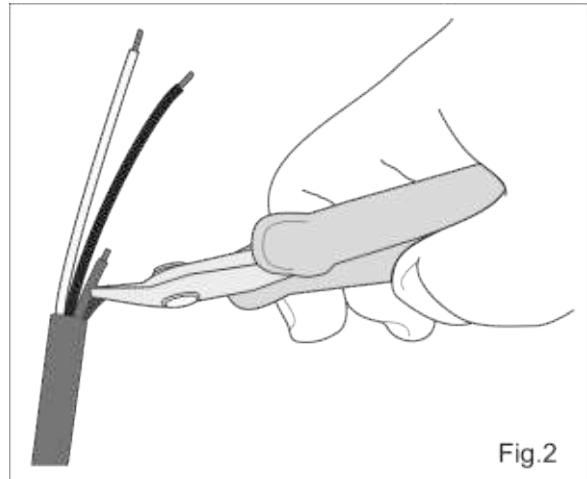

Fig.2
N.B. Si raccomanda di tagliare e isolare i terminali che non verranno utilizzati (fig. 2).
N.B. Take care to cut and insulate the ends that will not be used (see fig. 2).
R E M A R Q U E : Il est recommandé d'enlever et d'isoler les bornes qui ne sont pas utilisées (voir fig. 2).
BEACHTE: Es wird empfohlen, die nicht zum Einsatz kommenden Endstücke abzuschneiden und zu isolieren (siehe Abb. 2).